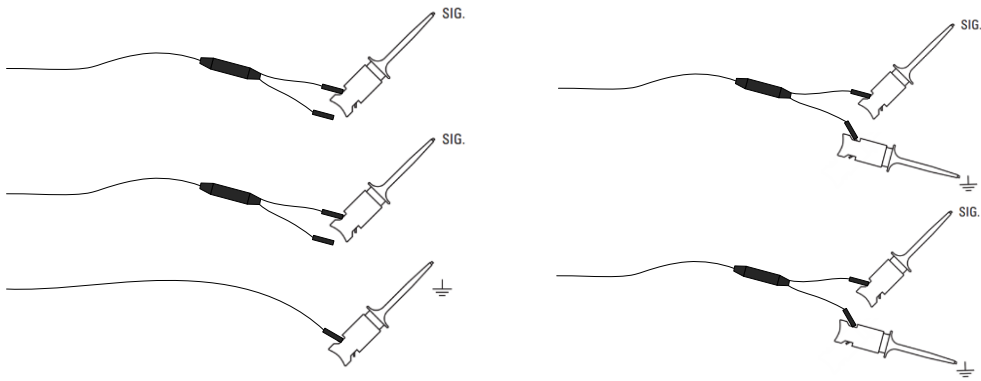

图 2-4
4) 根据测量需求，连接通道至被测信号。对于低频信号 ($<5\text{MHz}$)，可以仅连接被测信号和一个公共地信号 (图 2-4 左)，对于高频信号，建议每个通道单独接地，以获得最佳的信号完整性 (图 2-4 右)。